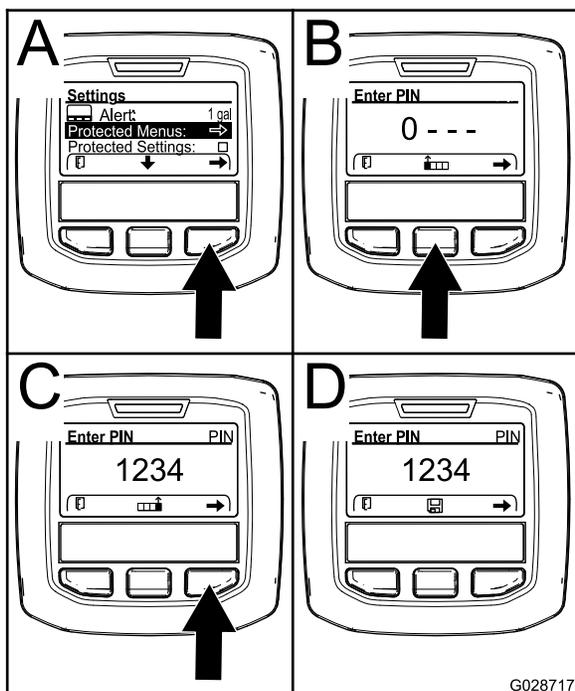

Figura 25
4. Premete il pulsante di selezione destro per selezionare i Menu protetti (A della Figura 25).
- Premete il pulsante di selezione centrale (B della Figura 25) per aumentare il valore numerico (da 0 a 9)..
- Premete il pulsante di selezione destro (C della Figura 25) per spostare il cursore alla posizione numerica successiva a destra.
Nota: Comparirà l'icona di salvataggio sopra il pulsante di selezione centrale (D della Figura 25).